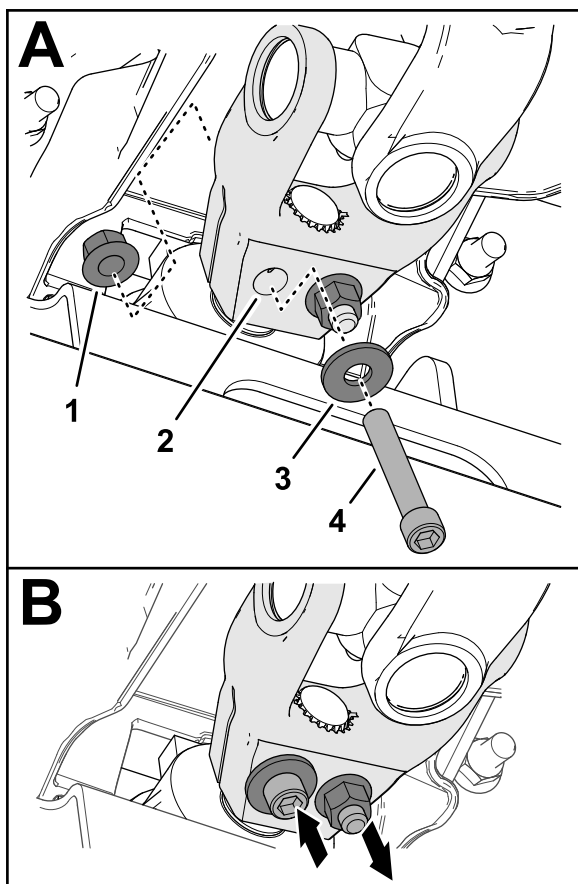

Bild 16
6. Montieren Sie eine Innensechskantschraube ($\frac{3}{8}$ " x $2\frac{1}{4}$ ") durch eine Unterlegscheibe ($\frac{3}{8}$ ") und die Bohrung in der Antriebswellengabel (**Bild 16**), und sichern Sie die Innensechskantschraube mit einer Sicherungsbundmutter ($\frac{3}{8}$ ").
7. Montieren Sie eine Innensechskantschraube ($\frac{3}{8}$ " x $2\frac{1}{4}$ ") durch eine Unterlegscheibe ($\frac{3}{8}$ ") und die Bohrung in der Antriebswellengabel von der entgegengesetzten Richtung (**Bild 16**), und sichern Sie die Innensechskantschraube mit einer Sicherungsbundmutter ($\frac{3}{8}$ ").